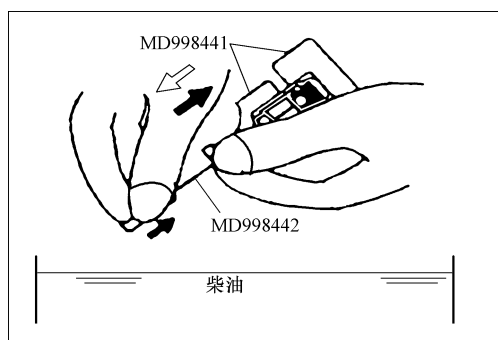

图 2-58 用专用工具 MD998442 轻轻推动内部钢球
4) 如图 2-58 所示, 把专用工具 MD998441 安装到液压挺柱上。